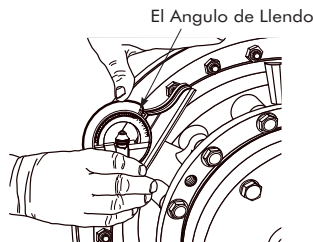

Figura 8
- B. Emplee un semicírculo graduado Falk o un transportador de bisel con el nivel de burbuja fijado al ángulo exigido de llenado y colóquelo en el lomo plano de la abertura de llenado, según se muestra en la figura 8.